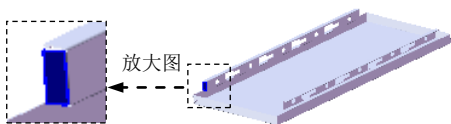
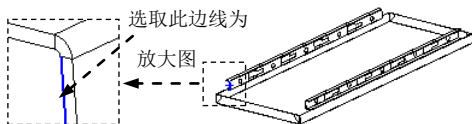

图 17.6.39 创建边线一法兰 15
图 17.6.40 定义特征的边线
Step19. 创建图 17.6.39 所示的边线一法兰 15。
(1) 选择命令。选择下拉菜单 **插入(I)** → **钣金(H)** → **边线法兰(E)...** 命令，系统弹出“边线法兰”对话框。
(2) 定义特征的边线。选取图 17.6.40 所示的模型边线为生成的边线法兰的边线。
(3) 定义法兰参数。在 **角度(G)** 区域中的 文本框中输入角度值 65.0。在“边线法兰”对话框 **法兰长度(L)** 区域的下拉列表中选择 **给定深度** 选项，在 文本框中输入深度值 5.8。在此区域中单击“内部虚拟交点”按钮 。在 **法兰位置(N)** 区域中，单击“折弯在外”按钮 .
(4) 单击 按钮，完成边线一法兰 15 的创建。